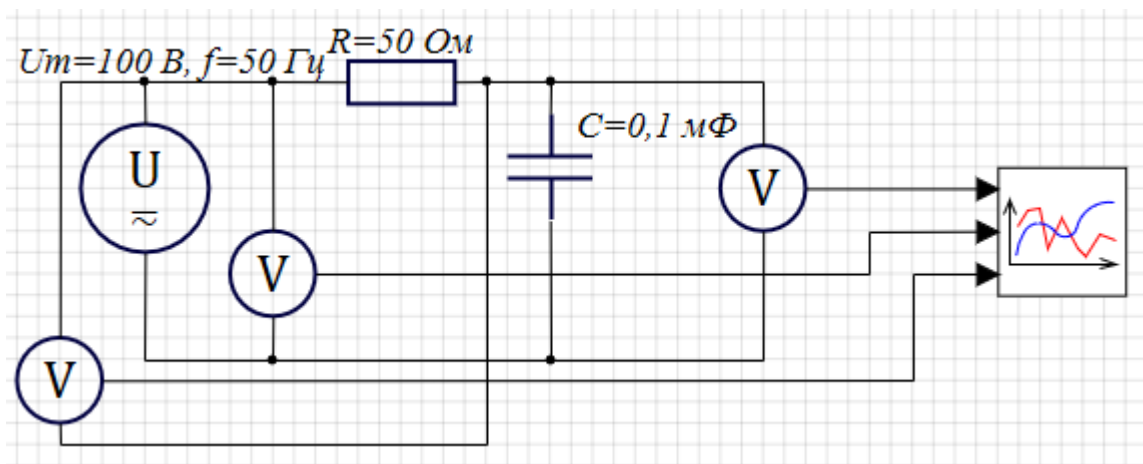

Рис. 3.1
1. Собрать в окне проектов системы SimInTech динамическую модель инерционного звена 1-го порядка при подаче на его вход гармонического сигнала (рис. 3.1).
- **Конечное время** равным трем периодам входного напряжения (для схемы рис. 3.1 – это значение равно 0,06 с);
- **Минимальный шаг (Максимальный шаг)** интегрирования, в 100 раз меньше конечного времени моделирования (для схемы рис. 3.1 – это значение равно 0,0006 с).
5. Навести курсор на графическое окно, нажать правую клавишу мыши и выбрать команду **Свойства**. Задать в появившемся окне свойств в разделе **Ось X** значение параметра **Минимум** и **Максимум** таким образом, чтобы в графическом окне отображался один последний период гармонического сигнала для вашего варианта. Для схемы рис. 3.1 эти значения равны 0.04 и 0.06 соответственно.
- для блоков **Источник напряжения** и **RLC-цепь** те же значения параметров, что и в схеме рис. 3.1;